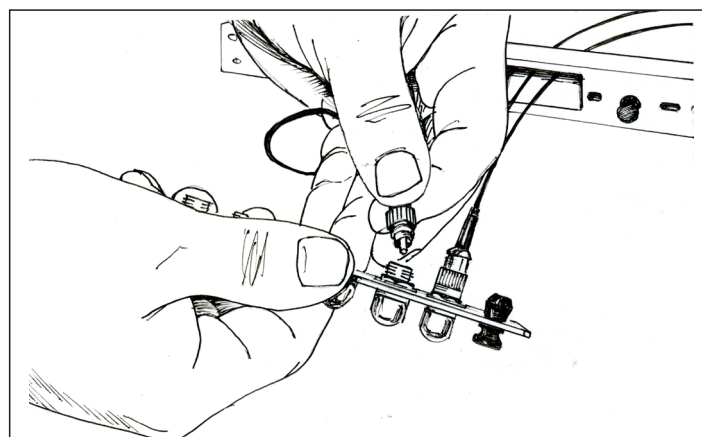

Рисунок 4.9 – Подключение коннекторов
4.1.13 Оптические шнуры типа «пигтейл» (далее шнур типа «пигтейл») пропустить через отверстие, где была установлена планка. Подключить вилки (коннекторы) оптических соединителей к адаптерам (рисунок 4.9).